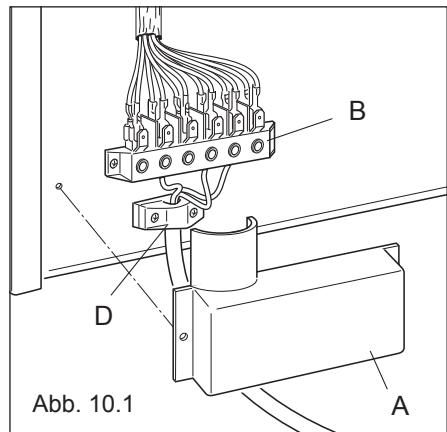

Abb. 10.1
- Brücken U an der Klemmleiste "B" (Abb. 10.1) anbringen, wie im Schema 10.2a, 10.2b, 10.2c angegeben.